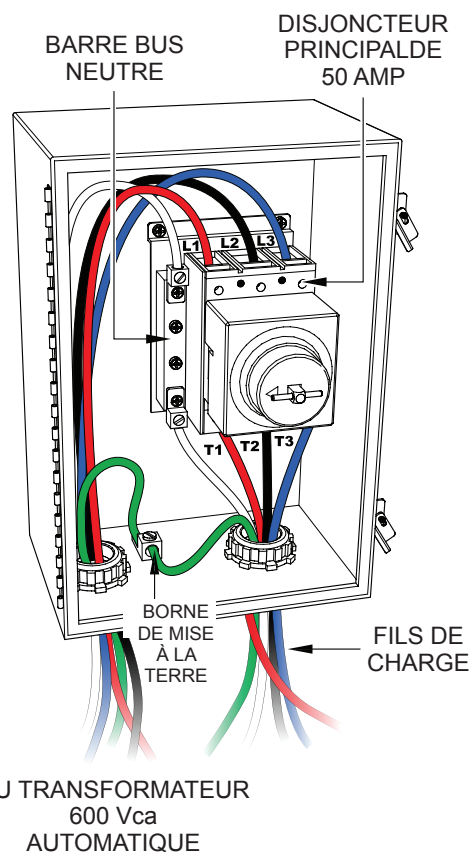

Figure 31. Enceinte du boîtier de commande
6. Branchez les trois fils de charge (**ROUGE, NOIR et BLEU**) sur le côté de la charge (bas) du disjoncteur, **T1, T2 et T3** respectivement, respectivement comme indiqué dans la Figure 31.